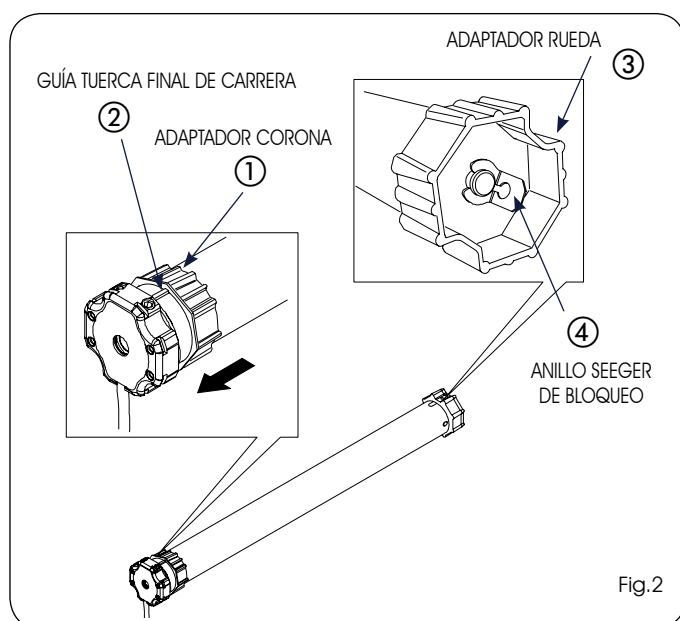

Fig.2
1) Introduzca el adaptador corona (Fig.2 ref.①) en el motor tubular, hasta que el mismo esté completamente introducido en la guía presente en la tuerca de final de carrera (Fig.2 ref.②)
2) Introduzca el adaptador de rueda en el eje del motor (Fig.2 ref. ③) y bloquéelo con el anillo seeger suministrado en dotación. (Fig.2 ref. ④).